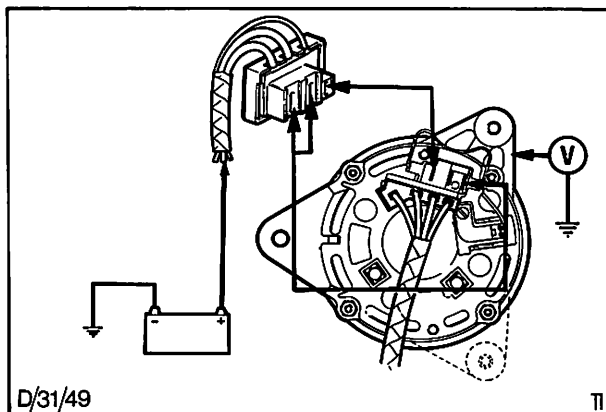

Abb. 67 Spannungsabfall im Minus-Teil des Ladestromkreises prüfen
12. Testkabel und Voltmeter wie in Abb. 67 gezeigt anschließen, um den Spannungsabfall im Minus-Teil des Ladestromkreises zu prüfen.